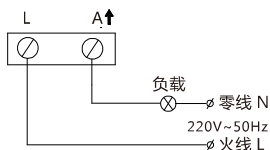
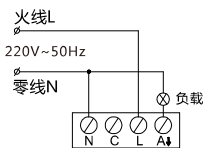
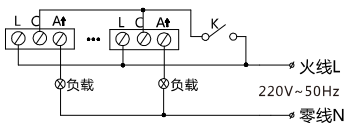
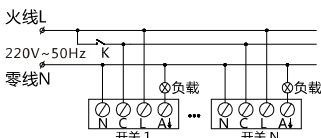

图1
图2
图3
图4
◆ 接线示意图（见图1）：
◆ 接线示意图（见图3）。
2、接线示意图（普通型接法见图1、带远程消防控制功能接法见图3）。
◆ 接线示意图：（普通型接法见图2、带远程消防控制功能接法见图4）
◆ 图3、图4中远程消防控制功能产品安装注意事项：
- 2、在图3、图4中C端为“远程消防控制端”，必须接入本开关的同相火线。